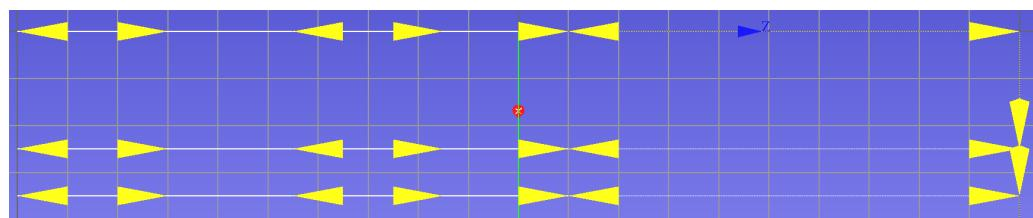

Рис. 2.15.3: Демонстрация цикла G81 с несколькими отверстиями
**Пример** использования цикла G81 с несколькими отверстиям (рис. 2.15.3):